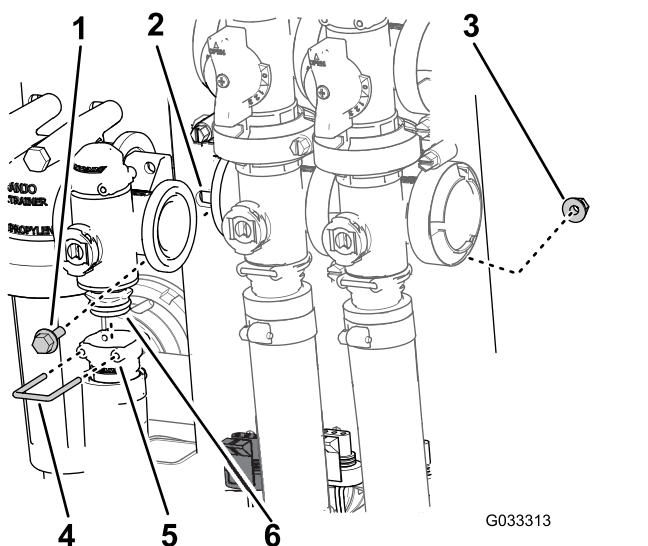

图68
2. 拆下将出口接头固定至喷洒率控制阀歧管的卡环（图68）。
3. 卸下将喷洒率控制阀固定至阀安装座的 2 个凸缘头螺栓和 2 个凸缘锁紧螺母，然后从机器中拆下阀歧管（图68）。